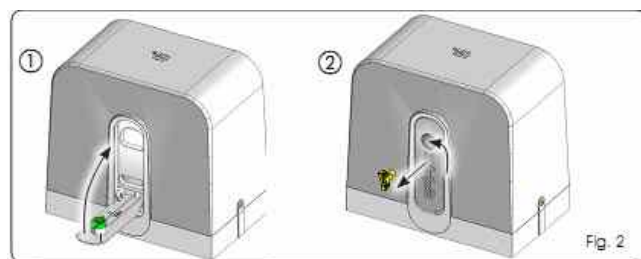

Fig. 2
1. Полностью поднимите рычаг выключателя до упора рис.2. поз. 1.
Поверните выключатель против часовой стрелки, как показано на рис. 2 поз. 2.